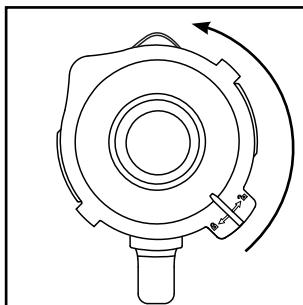

Abb.1
- 1) Drehen Sie den Mixaufsatz ③ gegen den Uhrzeigersinn, bis der Pfeil ▼ unter dem Griff des Mixaufsatzes über der Position ④ steht. Nehmen Sie den Mixaufsatz ③ gerade nach oben vom Motorblock ⑥ ab.
- 2) Entfernen Sie den Deckel ②, indem Sie ihn so weit gegen den Uhrzeigersinn Richtung Position ⑤ drehen (siehe Abb. 1), bis Sie ihn nach oben abziehen können.
- 3) Befüllen Sie den Mixaufsatz ③ mindestens bis zum untersten Strich der Skala ⑧ und maximal bis zur Markierung MAX. Für optimale Ergebnisse empfehlen wir folgende maximale Füllmengen: